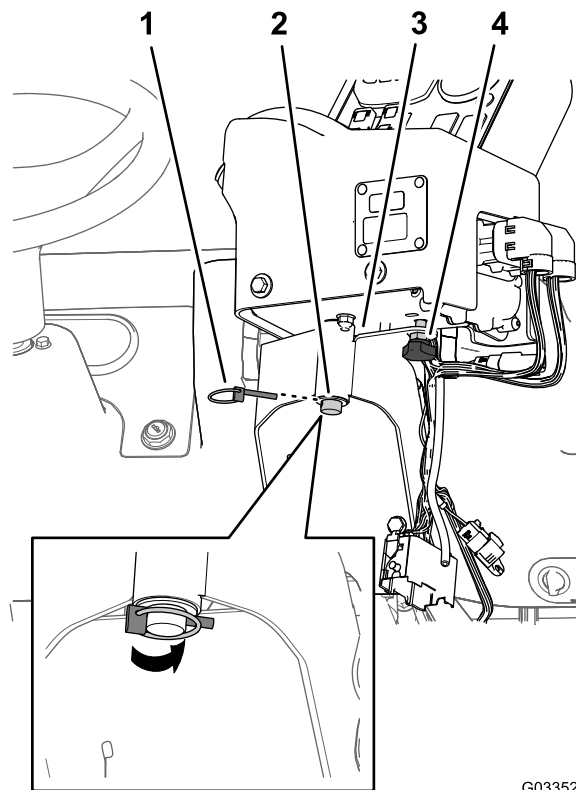

Figura 18
- Instalați consola de comandă pe suportul de montaj al sistemului de control și fixați consola de comandă cu tiftul cu clemă și arc (Figura 18).
- Instalați rozeta manuală și strângeți-o pentru a preveni rotirea consolei în timpul funcționării (Figura 18).